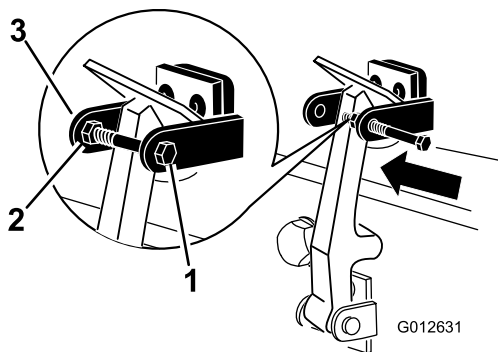

Bild 6
7. Schrauben Sie die Schraube in den anderen Arm der Halterung des Motorhaubenriegels, um den Riegel zu arretieren (Bild 6). Ziehen Sie die Schraube (nicht die Mutter) an.